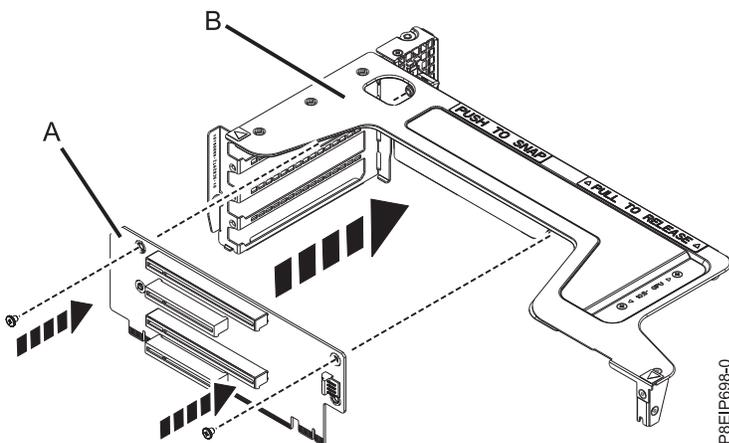

Figura 55. Sustitución de la tarjeta de expansión de la posición 5, 6, 7 y 8
5. Si debe sustituirse la tarjeta de expansión en las posiciones 5, 6, 7 y 8, sustitúyalas en el soporte de la tarjeta de expansión. Vuelva a colocar los dos tornillos que fijan la tarjeta de expansión al soporte de la tarjeta de expansión, como se muestra en la Figura 55.